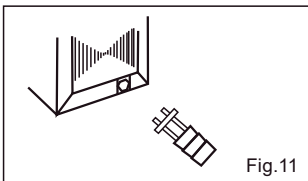

Fig.11
- 4) Instale el conector de tubo de dren en el agujero situado en la parte posterior del chasis del acondicionador de aire. (Fig.11) (disponible para solamente)